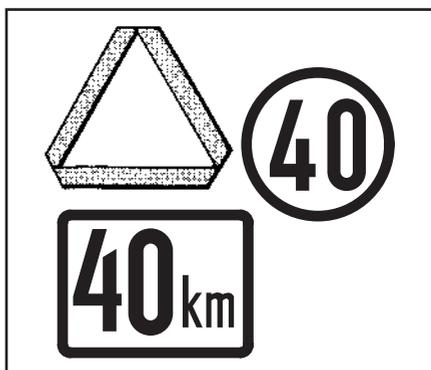

Fig. 2.22
- Assicuratevi che il trattore e gli eventuali altri attrezzi siano provvisti dei simboli di veicolo lento in movimento o della lampada rotante, se previsti dalla legge (Fig.2.22).